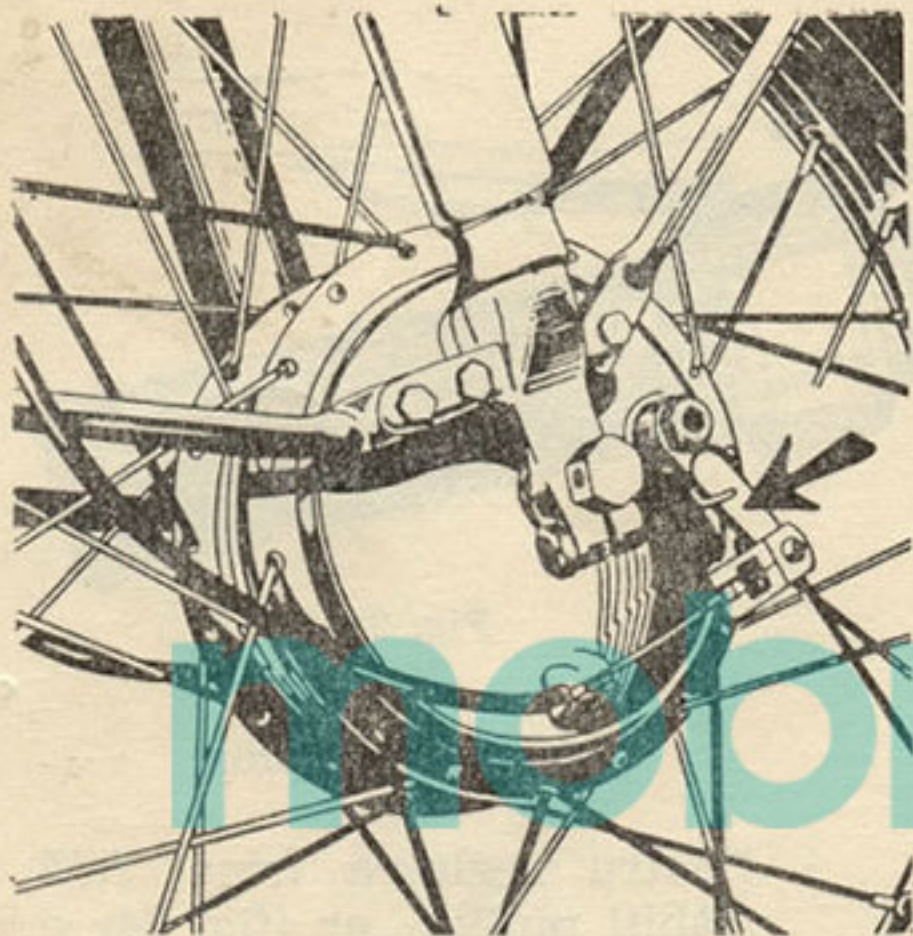
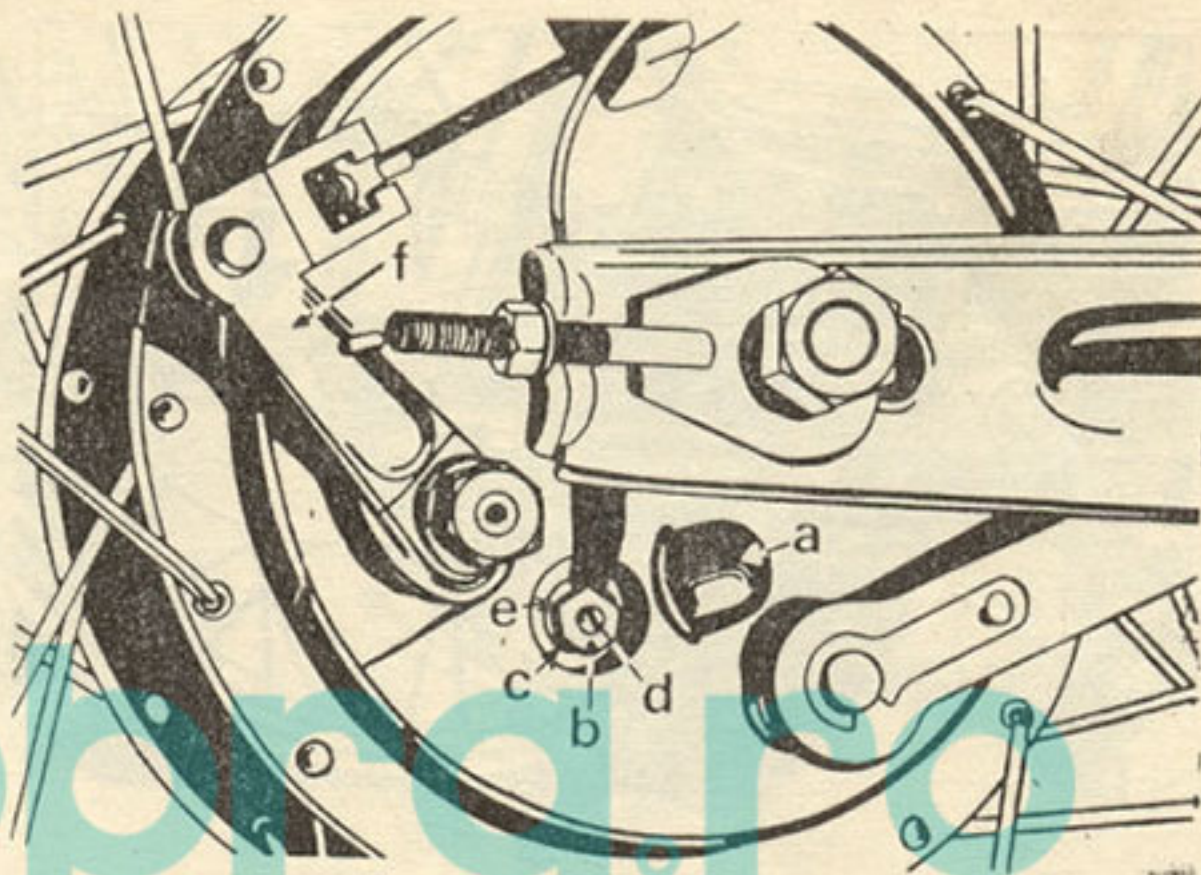

Fig. 26
Fig. 27
3. Dacă nu puteți obține cursele libere prescrise mai sus, modificați poziția pîrghiilor de frână de la roți (fig. 26) și „f” (fig. 27), prin montare pe ax într-o poziție vecină cu cea existentă; acum efectuați din nou cele de la pct. 1 și 2.
2. Îndepărtați căpăcelul „a“ și piulița „b“ din (fig. 27).
4. Rotiți șurubul „d“ în sensul indicat în (fig. 27) pînă cînd se aprinde lampa de semnalizare a frînării.